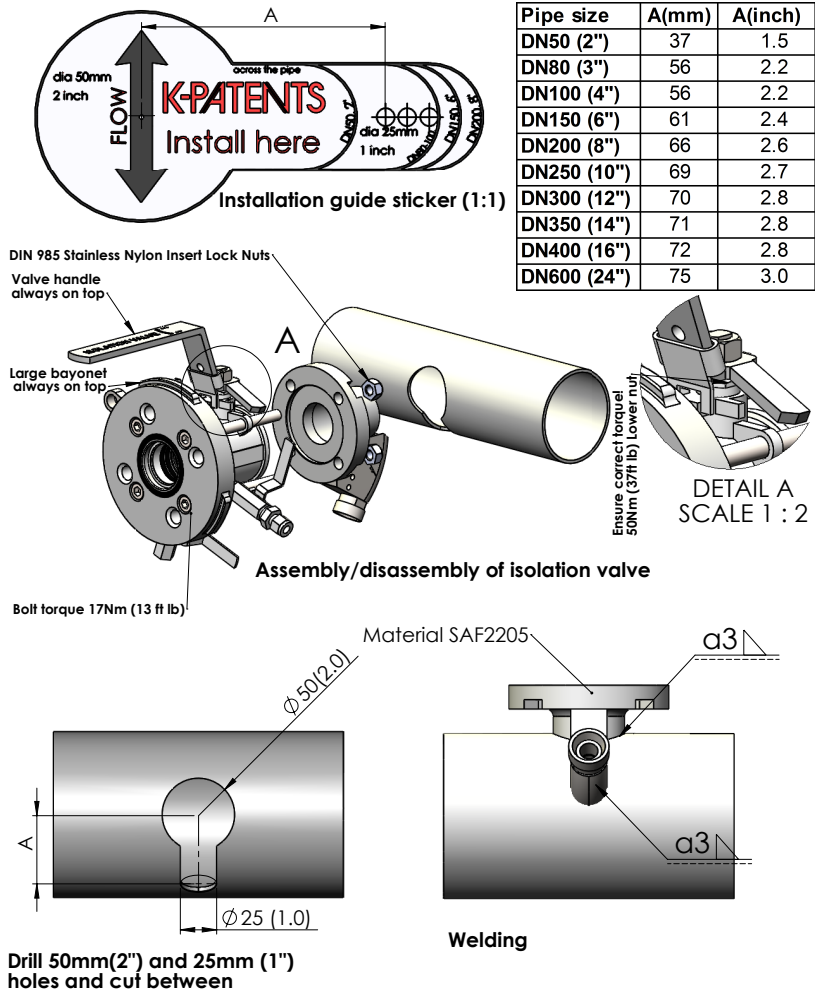
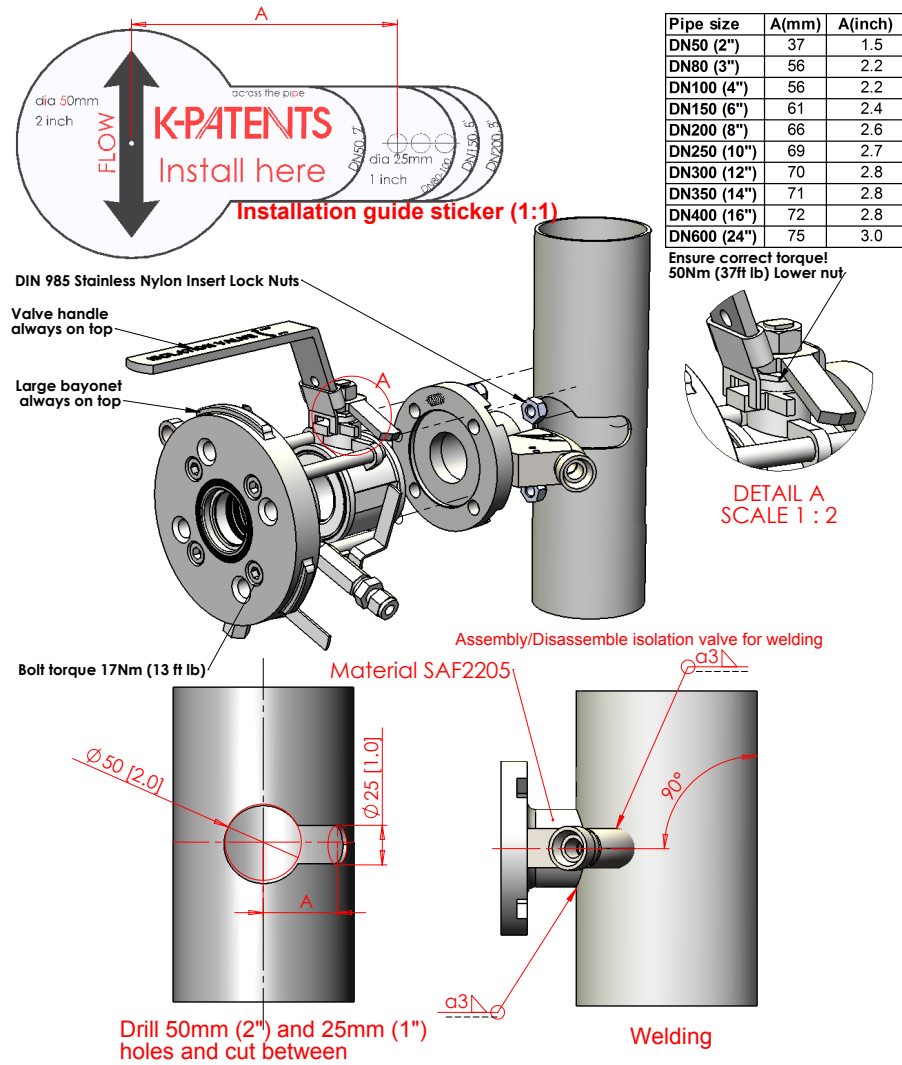

Abbildung 11.7 Schweißen des Safe-Drive™
Abbildung 11.8 Schweißen des Safe-Drive™
Schweißschritte (siehe Abbildung 11.7 oder Abbildung 11.8):
4. Schweißen Sie das Absperrventil gemäß MTG472 oder MTG2149 (Abbildung 11.7 oder Abbildung 11.8)